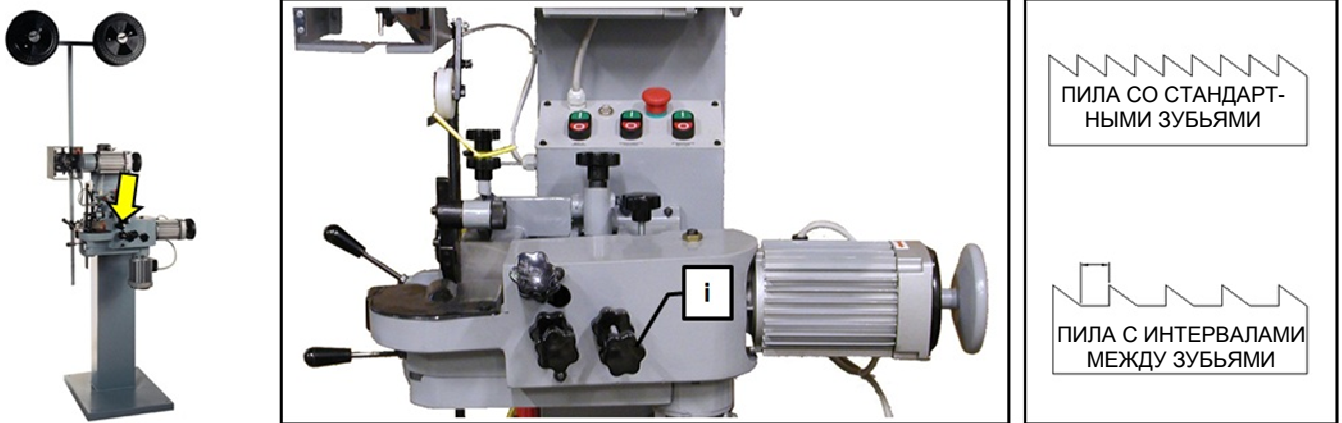

Рисунок 43
- Ручка **i** (Рисунок 43) используется лишь только в том случае, если необходимо затачивать ленточные пилы с интервалами между зубцами. Завинчивая эту ручку, узел заточного круга остается неподвижным внутри канавки зуба, позволяя заточку прямых интервалов.